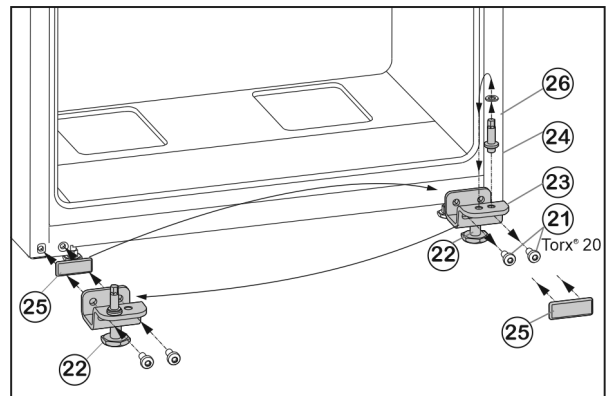

Fig. 9
- ▶ Викрутіть гвинти кріплення Fig. 9 (21).
- ▶ Зніміть нижній опорний кронштейн Fig. 9 (23) разом із гвинтом Fig. 9 (24), шайбою Fig. 9 (26) та установочною ніжкою Fig. 9 (22).
- ▶ Відкрутіть гвинт Fig. 9 (24) разом із шайбою Fig. 9 (26), переставте їх у протилежний отвір опорного кронштейна та знову закрутіть.
- ▶ Обережно зніміть кришку Fig. 9 (25) і переставте її на протилежний бік.
- ▶ Знову прикрутіть нижній опорний кронштейн Fig. 9 (23) разом із гвинтом Fig. 9 (24), шайбою Fig. 9 (26) та установочною ніжкою Fig. 9 (22) на новий бік шарніра **(з моментом 4 Нм)**, у разі необхідності скористайтесь пристроєм для електричного закручування гвинтів.
- ▶ Встановіть дверцята зверху на опорний гвинт Fig. 9 (24).
- ▶ Викрутіть установочну ніжку Fig. 9 (22) на нижньому опорному кронштейні Fig. 9 (23), доки він не буде опиратися на підлогу.